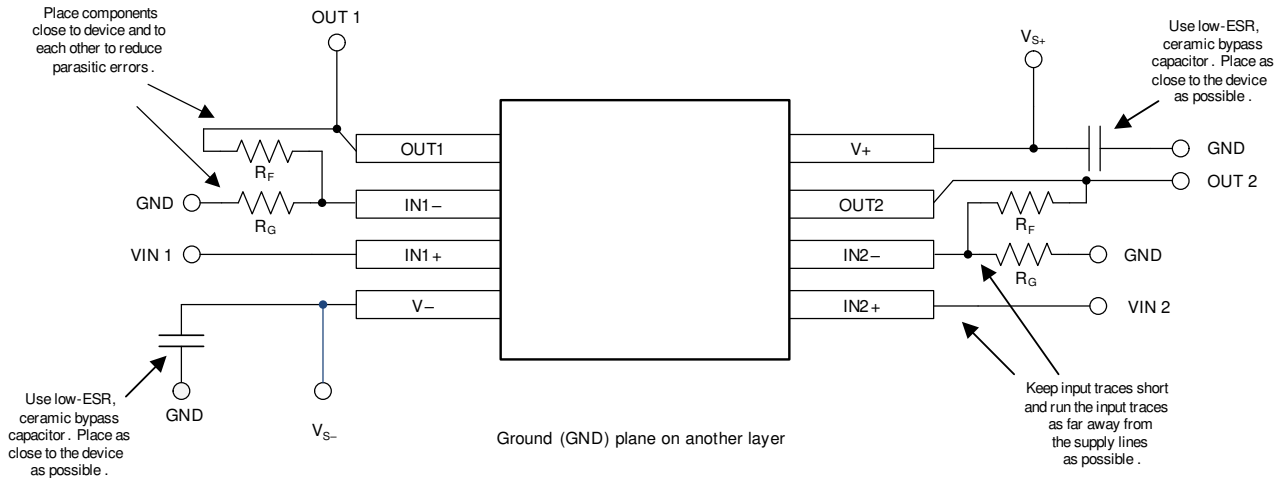

図 10-10. レイアウト例
- 外付け部品は、可能な限りデバイスに近く配置します。図 10-10 に示すように、RF と RG を反転入力に近くに配置すると、反転入力に寄生容量が最小化されます。